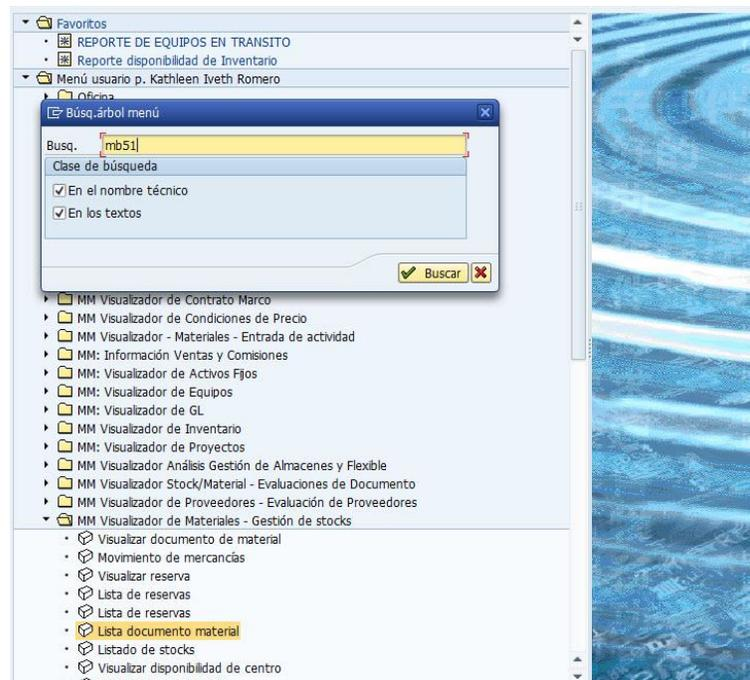

Figura 16: “Lista documentos material”
a) Se entra en SAP en el reporte “lista documentos material” que corresponde a la transacción n° mb51. Ver Figura 16